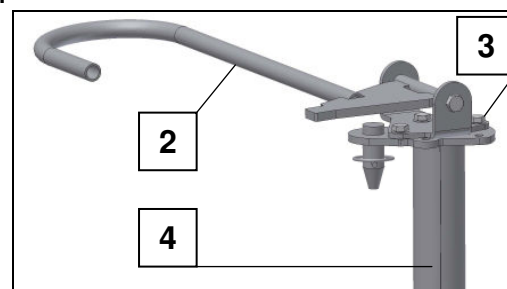

Fig. 26 Cadre oscillant à droite
Le cadre oscillant peut être adapté au côté souhaité du chariot en tournant le logement du levier pivotant (Fig. 26, pos. 2).